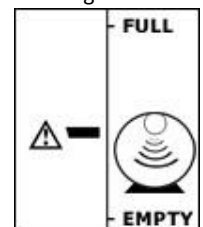

Fig. 8
- 2) Un triangle clignotant avec barre au milieu: pas d'écho ultrasonique (fig 8)